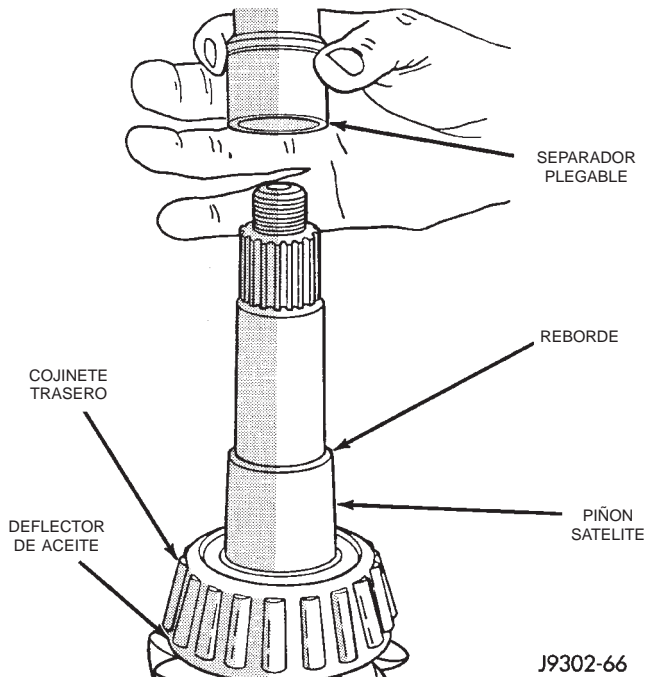

Fig. 50 Separador plegable
(11) Retire el separador plegable de ajuste previo del piñon satélite (Fig. 50).